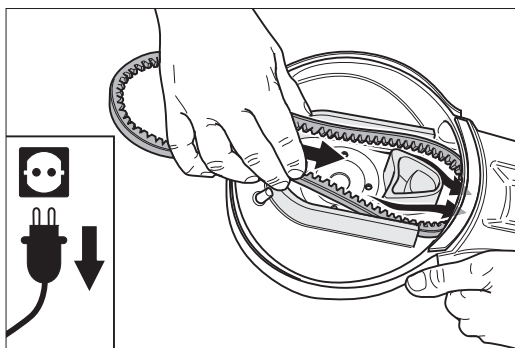

Abb. 69: Einlegen eines neuen Keilriemens und diesen auf der Motorseite ganz nach hinten ziehen.
- 11 Legen Sie einen neuen Keilriemen ein (Abb. 69). Achten Sie auf die richtige Einbaulage des Riemens und ziehen Sie diesen auf der Motorseite ganz nach hinten.